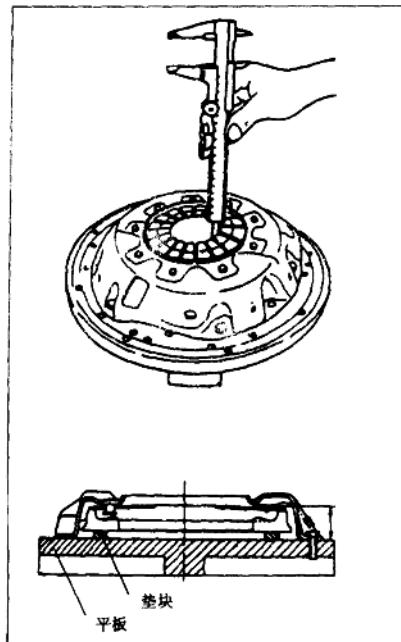

图 1-17
(1) 检查膜片弹簧的内端是否在同一平面上。其平面度极限值为 0.5mm。如果离合器膜片弹簧因弯曲变形引起其内端平面度超差，可用调整扳手将其扳平。
(2) 检查膜片弹簧内端面高度，见图 1-17。膜片弹簧内端面高度  $A = 37.5 \sim 39.5\text{mm}$ 。
(3) 检查推力环的磨损或磨坏情况。检查时，上下摇动离合器盖总成，或者用锤轻轻敲铆钉，如有振颤噪声或有轻微破裂声，则应予以更换。
(4) 检查压盘和离合器从动盘有无烧伤和变形。轻微者，可用砂纸予以修复。
(5) 检查压盘和离合器从动盘接触面有无变形和损坏，如有应及时更换。
(6) 检查飞轮端面跳动。飞轮端面跳动的检查，参照“发动机”的有关章节。
(7) 检查飞轮和离合器从动盘接触面有无烧伤或变色。轻微者，可用砂纸予以修复。